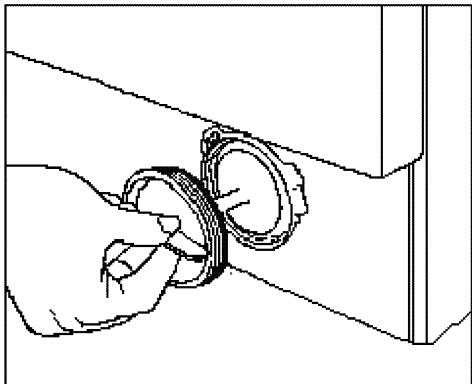

Fig.11
- Dévissez le filtre en tournant dans le sens inverse des aiguilles d'une montre et vidangez (fig.11).